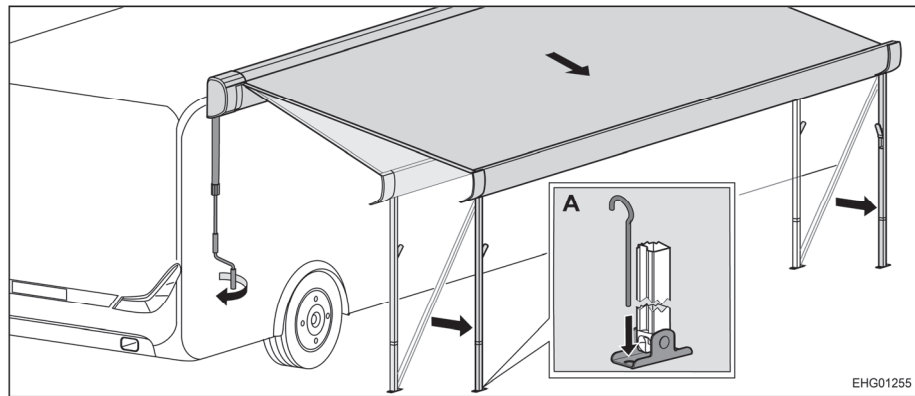

Bild 51 Markise in Endstellung bringen
- Stützfüße mit Heringen am Boden befestigen (Bild 51,A).